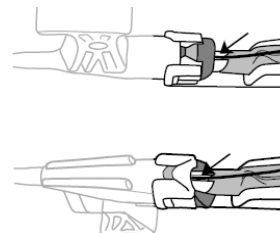

図 5:バルブツールのガイドワイヤ開口部
- b. ガイドワイヤをバルブツールの開口部から挿入する(図 5)。図には 2 種類の装填位置を示す。